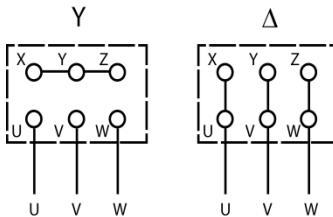

Рисунок 4.4 – Соединения по схемам «звезда» (слева) и «треугольник» (справа)
4.3.2.9 Выбор схемы соединения обмоток электродвигателя осуществляется на основе соответствия его межфазного (линейного) напряжения питания и выходного межфазного напряжения ПЧВЗ. Схема подключения и напряжение указаны на шильдике двигателя (см. рисунок 4.4).
4.3.2.9 При подключении к прибору двигателя следует сначала подключить заземляющий кабель к клеммам на корпусах АД и ПЧВЗ « L » или « PE », затем присоединить провода к клеммам U, V и W клеммного блока «MOTOR», расположенного на нижней поверхности прибора (по схеме «звезда» или «треугольник»), и затянуть клеммы (см. рисунок 4.4).